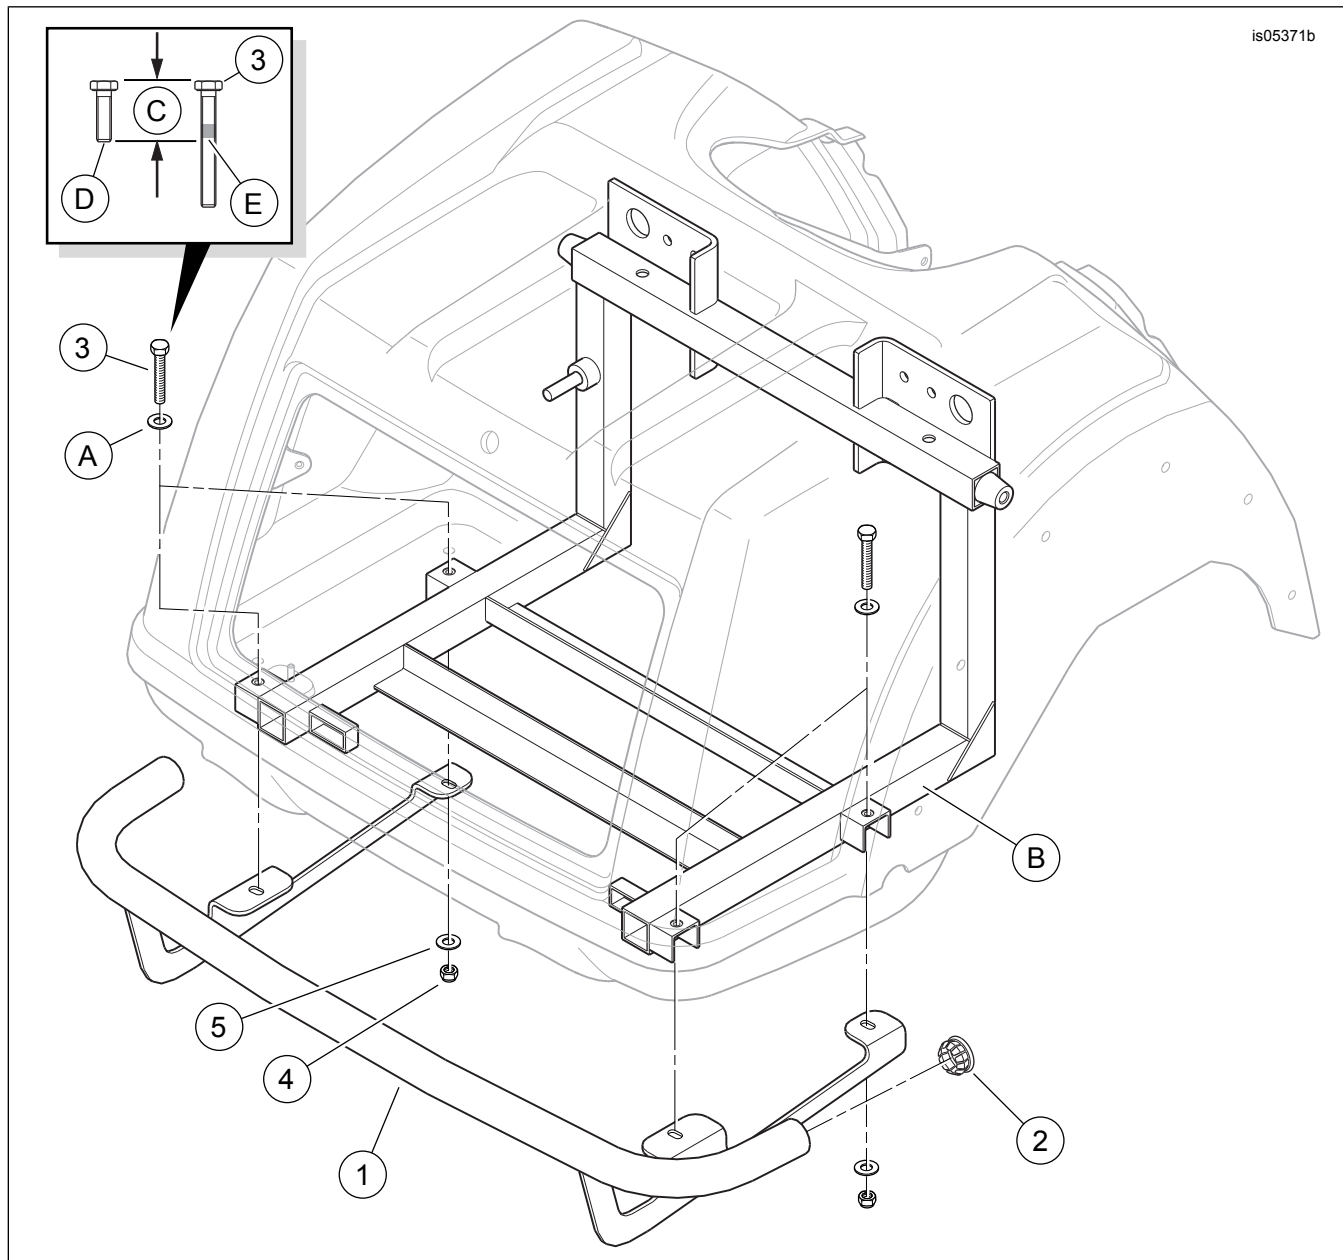

Figura 1. Contenuto del kit: Protezione posteriore Trike
1. Vedere la figura 1. Individuare le quattro viti con rondelle (A) sulla base del vano portaoggetti che fissano la carrozzeria al telaio posteriore. Lasciando la rondella in posizione, rimuovere una delle viti. Conservare la vite per il passaggio successivo, quindi eliminarla.
2. Vedere la figura 1. Applicare il frenafilletti alla vite (3).